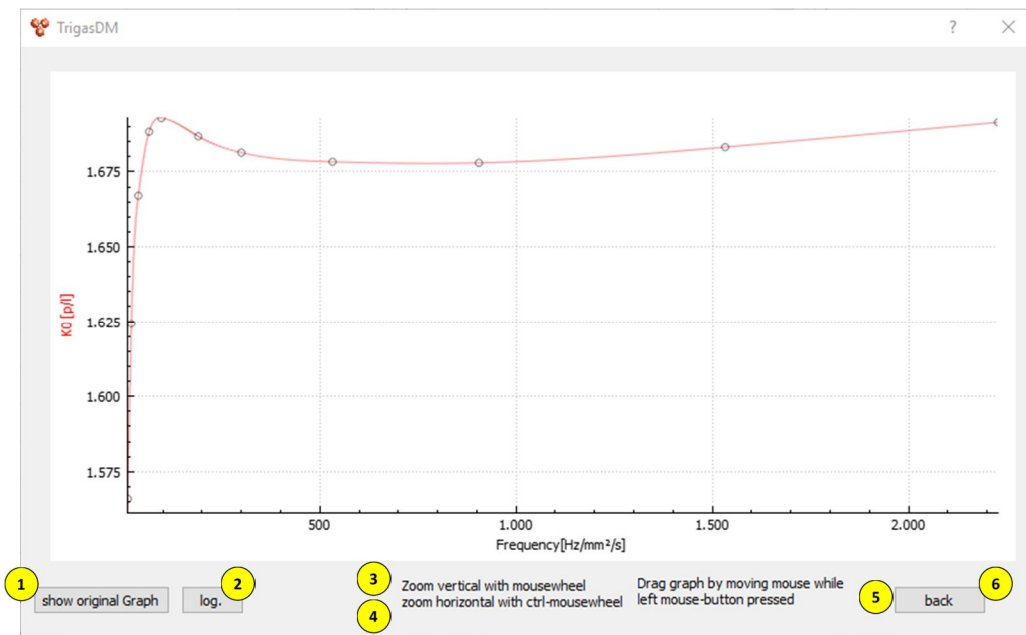

Abb. 7 Kalibrierkurve mit den zugehörigen Funktionen
| <p>(1) „show original Graph“:Zurück zur Originalkurve [Abb. 7]</p> <p>(2) „Log.“:Wechsel zwischen linearer und logarithmischer Darstellung [Abb. 7]</p> <p>(3) Mausrädchen:Zoom in Y-Richtung [Abb. 7]</p> | <p>(4) Strg + Mausrädchen:Zoom in X-Richtung [Abb. 7]</p> <p>(5) Linke Maustaste gedrückt halten und Maus bewegen:Verschieben des Graphen [Abb. 7]</p> <p>(6) „back“:Zurück zur Software [Abb. 7]</p> |